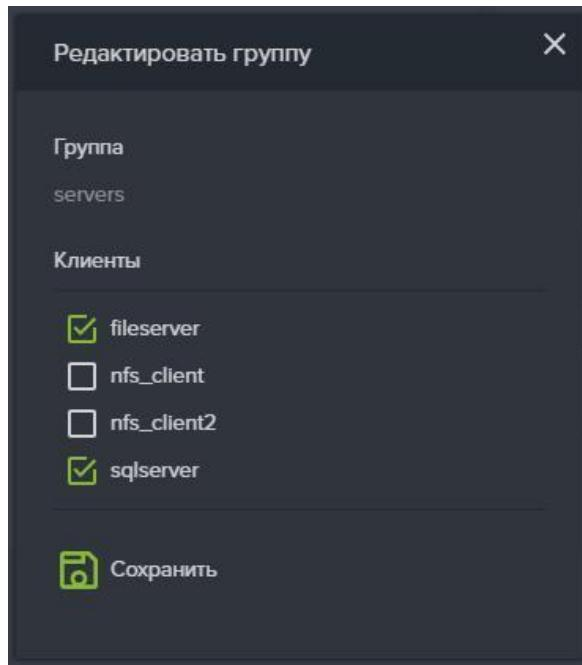

Рисунок 77 – Добавление клиентов в группу
3. Нажмите на кнопку «Редактировать» (см. Рисунок 77).